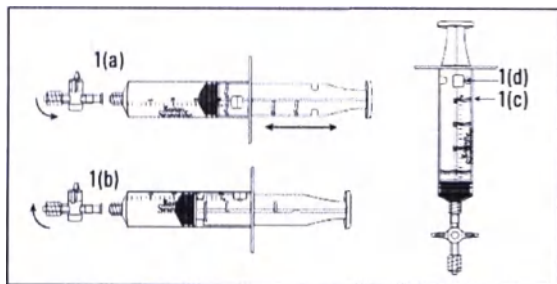

Рисунок 1
- Осмотрите запорный кран (рисунок 1(a)). Запорный кран имеет два разъема Люэра для подсоединения иглы и шприца. Воздух может проходить через запорный кран в открытом положении. Запорный кран открыт, когда он установлен параллельно шприцу; он закрыт, когда расположен перпендикулярно шприцу (как показано).
- Осмотрите шприц (рисунок 1). Цилиндр шприца имеет один стопорный штифт (рисунок 1(d)), а поршень шприца имеет четыре фиксирующих выступа (рисунок 1(c)). Поршень шприца можно перемещать в пределах цилиндра шприца, чтобы зафиксировать и разблокировать шприц. Чтобы зафиксировать шприц, оттягивайте поршень до отметки желаемого объема всасывания (рисунок 1(a)). Поверните поршень по часовой стрелке, так чтобы блокирующий штифт зацепился за фиксирующие выступы на поршне (рисунок 1(b)). Чтобы разблокировать поршень, поверните его против часовой стрелки.